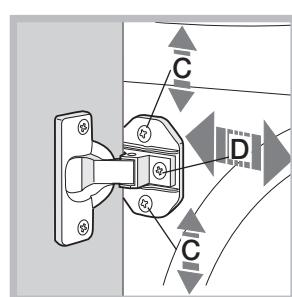

Abb. 7
- Drehen Sie die Schrauben C und D wie in Abb. 7 angegeben, um die Position des Holzpanees in vertikaler und horizontaler Richtung einzustellen.